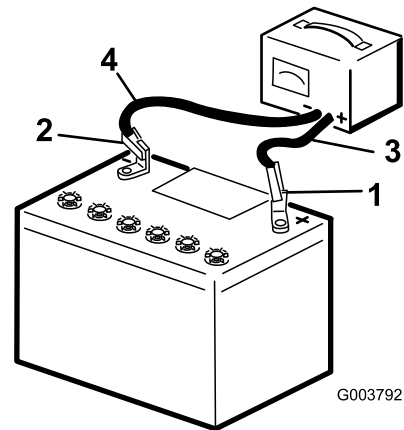

Figura 38
3. Cargue la batería durante 10 a 15 minutos a 25–30 amperios, o durante 30 minutos a 4–6 amperios (Figura 38). No sobrecargue la batería.
luego desconecte los cables del cargador de los bornes de la batería (Figura 38).